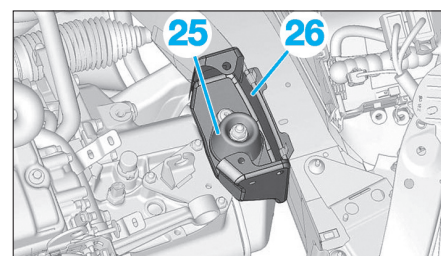

Fig. 54
- le support élastique (25) (Fig.54),
- le support intermédiaire (26).